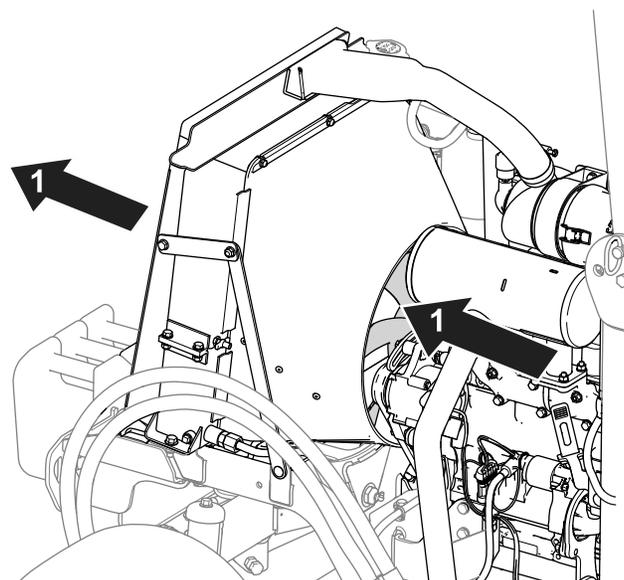

図 74
- ラジエターの冷却フィンの清掃は圧縮空気で行ってください。機体内部から外部にむかってエアを吹き付けます 図 74。